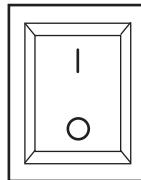

Рис. 4
- Включите выключатель. Убедитесь, что вентилятор работает (рис. 4).